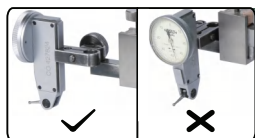

fig. 2
- Instale el comparador correctamente, tal y como se muestra en la fig. 2.